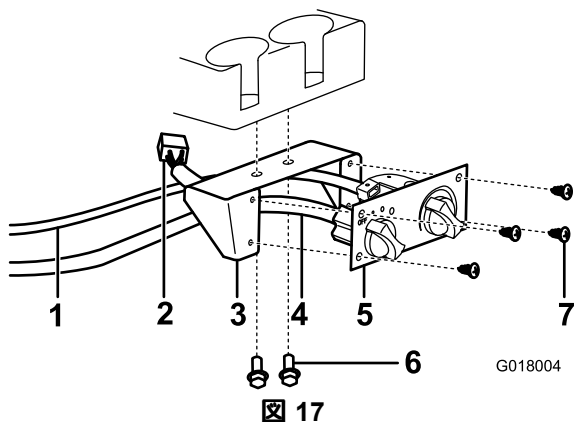

図 17
5. ヒーターコントロールのマウントをダッシュボードカップホルターの下に取り付けるフランジヘッドねじ2本とナットを使用する図 17。
6. ヒーターコントロールケーブルと黒いワイヤハーネスコネクタを、ヒーターコントロールに接続し、白いワイヤハーネスコネクタをヒーターに接続する図 17。
7. ヒーターコントロールマウントに、ヒーターコントロールを取り付けるビス4本を使用する図 17。